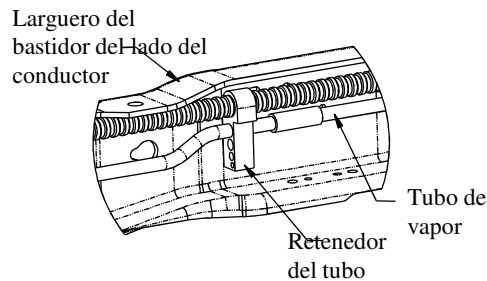

**Figura 1**
7. Sin apretar instale los soportes del bastidor alineando los soportes con orificios en el bastidor. Inserte un perno M14 y arandela (1) en las ranuras del soporte y a través de los orificios en el bastidor. Instale la tuerca M14 con retenedor (2) en el perno. Ajuste los pernos. No apriete.
9. Instale los pernos de carruaje de 1/2" x 2" de largo con los espaciadores en forma de U en el corrugado entre la caja y los largueros. **Nota:** El espaciador en forma de U tendrá que instalarse antes de insertar los pernos de carruaje de 1/2" a través del larguero de montaje y el piso de la caja. Esto asegura un contacto de metal a metal. Instale los pernos de carruaje en los extremos de los largueros con arandelas cónicas y tuercas según la Figura 1 y apriete hasta ajustar para impedir que el larguero de montaje se mueva. Instale el perno de carruaje en el centro con una arandela cónica y tuerca.